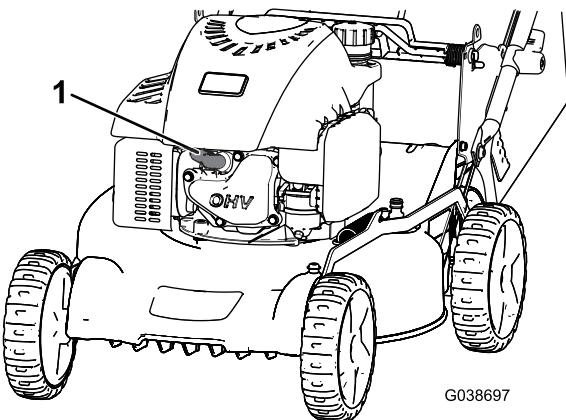

Figure 24
- Débranchez le fil de la bougie (Figure 24).
2. Débranchez le fil de la bougie (Figure 24).